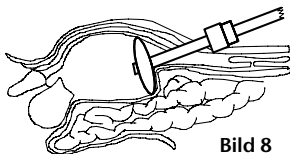

Bild 8
5. Sedan dras hela instrumentet tillbaka något så att ballongen ligger tätt mot öppningen inifrån. I det här läget lossas spärren med spaken och skjuts in distalt till huden och sedan låses den med spaken i ändläget (bild 8).